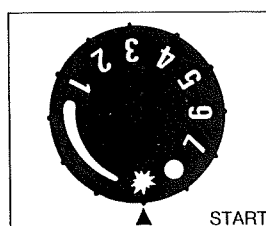

Fig. 2
- Vrid termostatratten till tändläge, se fig 2. Kontrollampen (3), fig 4, börjar blinka.